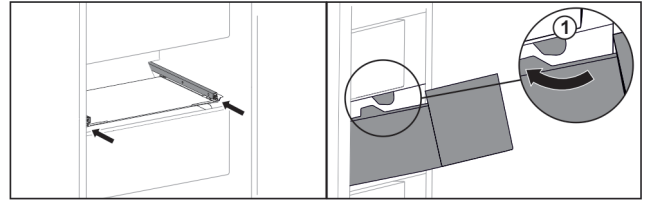

Fig. 160
- ▶ Lade rond de stoppers Fig. 160 (1) leiden.